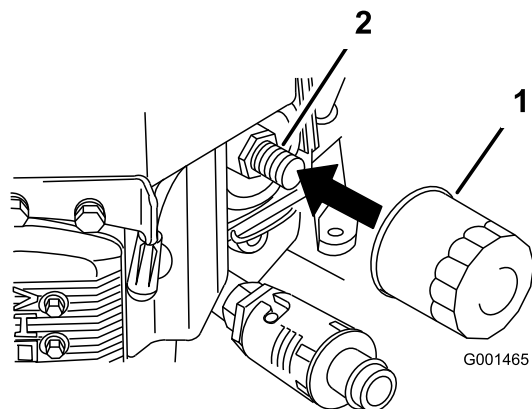

Figura 38
2. Retire el filtro de aceite usado (Figura 38).
3. Aplique una capa fina de aceite nuevo a la junta de goma del filtro nuevo (Figura 38).
4. Instale el filtro de repuesto en el adaptador de filtro; gire el filtro en el sentido de las agujas del reloj hasta que la junta de goma entre en contacto con el adaptador del filtro, luego apriete el filtro tres cuartos de vuelta más (Figura 38).